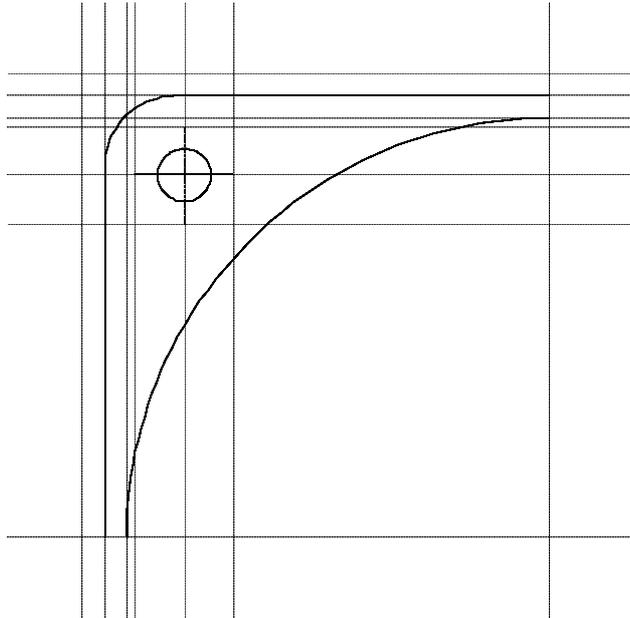

Abbildung 5.3: Seitenansicht von links vor dem Mehrfachspiegeln
1. Zeichnen der Hilfsgeometrie für ein Viertel des Flansches, (siehe Abbildung 5.3) über **[HILFSGEO]**.
2. Nachzeichnen der Geometrie des Flansches. Erstellen der Rundung. Zeichnen des Bogens über **[ERSTELL]? LINIE ? BOGEN? 3Pkte** (Abbildung 5.3).